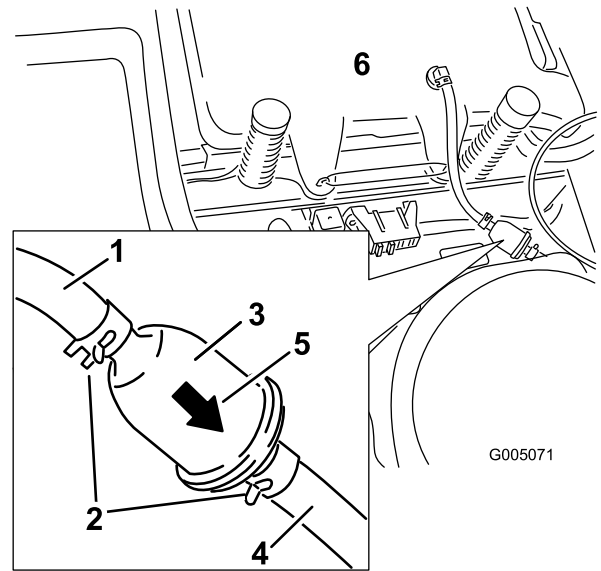

Figura 33
4. Apriete los extremos de las abrazaderas y deslícelas por el tubo alejándolas del filtro (Figura 33).
6. Instale un filtro nuevo – la flecha que indica el sentido de flujo debe apuntar hacia el motor. Acerque las abrazaderas al filtro (Figura 33) para sujetarlo.